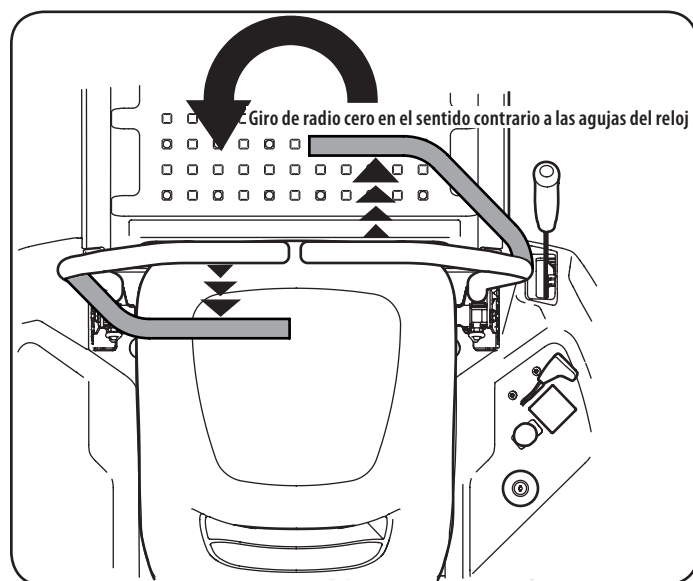

Figura 18
3. Para girar en sentido contrario a las agujas del reloj, mueva la palanca de control del lado derecho hacia adelante mientras mueve simultáneamente la palanca de control izquierda hacia atrás. Vea la Figura 18.